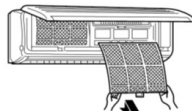

Рис.7
- После промывки тщательно просушите фильтр в затененном месте. Установите воздушный фильтр на место и закройте (рис.7)